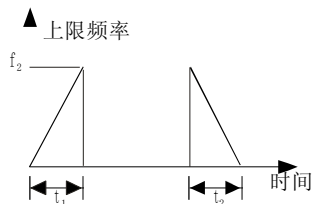

图6-1加减速时间示意
- 加速时间设定为[输出频率由0Hz加速至F015上限频率所需的时间]，如图6-1中 t_1 所示。
- 减速时间设定为[输出频率由F015上限频率减速至0Hz所需的时间]，如图6-1中 t_2 所示。